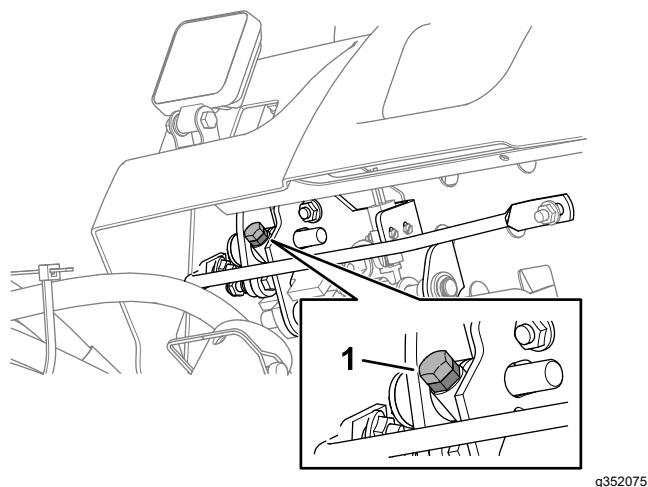

図 91
- 刈り込み速度を遅くするには、ストップねじ **図 91** を右に回す。